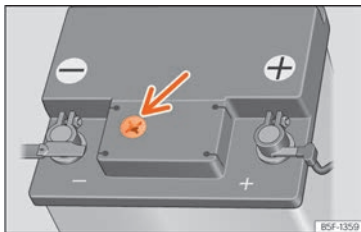

Abb. 244 Sichtfenster an der Oberseite der 12-Volt-Fahrzeuggatterie (Prinzipdarstellung).
- Prüfen Sie die Farbanzeige im runden Sichtfenster an der Oberseite der Batterie »» » (Abb. 244).